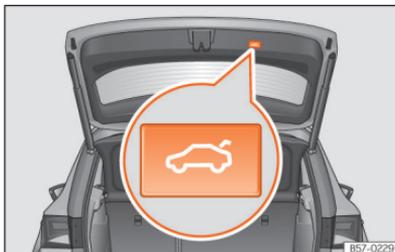

Fig. 57 Porta da bagageira: botão para fechar a porta da bagageira.
- Pressione brevemente o botão disposto na porta da bagageira **>>> Fig. 57**, **>>> Δ em Introdução ao tema na página 88**.
Durante todo o processo de abertura ou de fecho da porta da bagageira, soam os sinais sonoros. *Exceção:* quando se abrir a porta manualmente através do punho ou através da função Easy Open com o movimento do pé ou se fechar através do botão disposto na mesma »» **Fig. 57**.
- Pressione o botão  »» **Fig. 57** disposto na porta durante, pelo menos, 3 segundos.